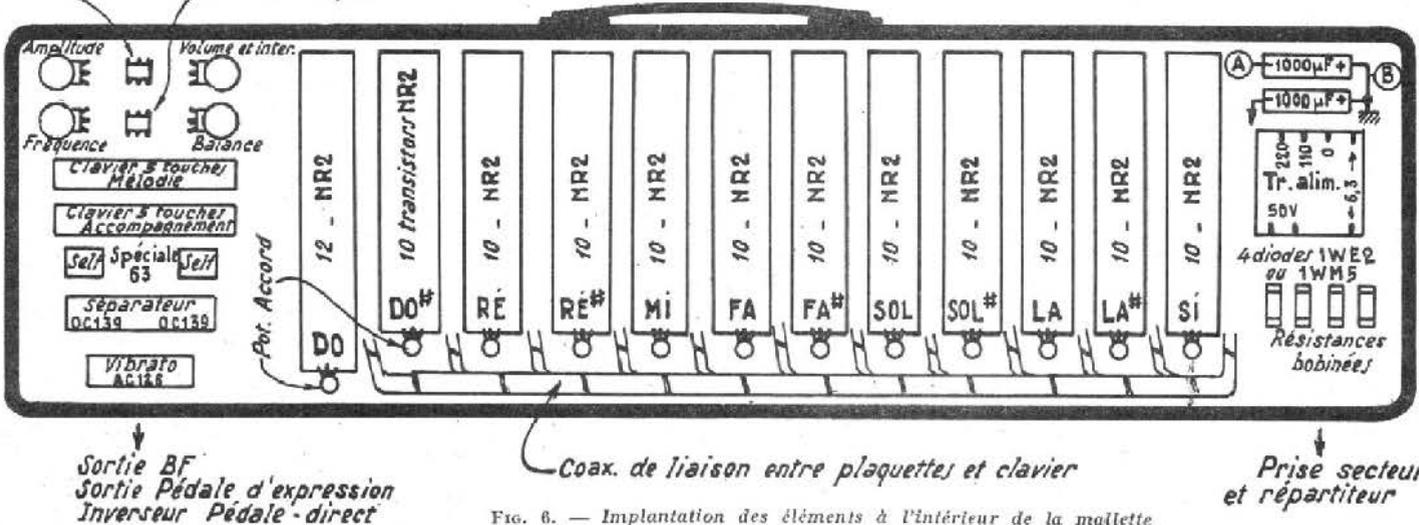

FIG. 6. — Implantation des éléments à l'intérieur de la maquette
La figure 6 montre l'implantation des éléments à l'intérieur de la mallette. On remarque, à gauche, les potentiomètres amplitude vibrato, fréquence vibrato, balance et volume, les inverseurs « coupure clavier » et « octave couplée », le clavier à 5 touches (—, +, I, II, III) **mélodie**, le clavier à 5 touches (—, +, I, II, III) **accompagnement**, les deux selfs spéciaux 63, la plaquette séparateur et la plaquette vibrato.
Sur la partie droite du dessin d'implantation des éléments de la figure 6, on remarque l'alimentation secteur dont le plan de câblage est celui de la figure 12. Les figures 13 a et 13 b montrent le câblage des sorties et du répartiteur de tension du secteur.
2) Fixer ces plaquette une fois câblées, sur le dessous du clavier au moyen de deux vis à bois. Respecter l'ordre et le sens des plaquettes (voir la figure 6 d'implantation des éléments).